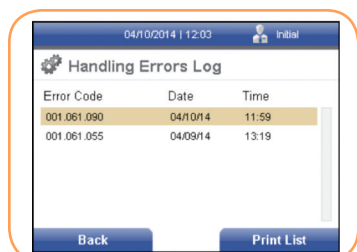

FIGURA 99
2. Pulse la tecla programable derecha para seleccionar Errores de manipulación. Se muestra la pantalla *Reg. errores de manipulación* (Figura 99).